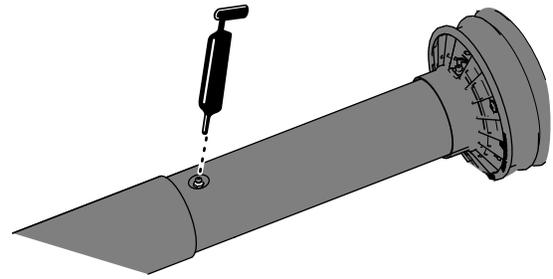

Figure 10
3. Déployez partiellement l'arbre de transmission de la PDF pour accéder au graisseur situé près du centre de la protection intérieure de l'arbre (Figure 10).
4. Appliquez de la graisse sur le graisseur du joint de l'arbre de transmission télescopique, comme montré à la Figure 10.